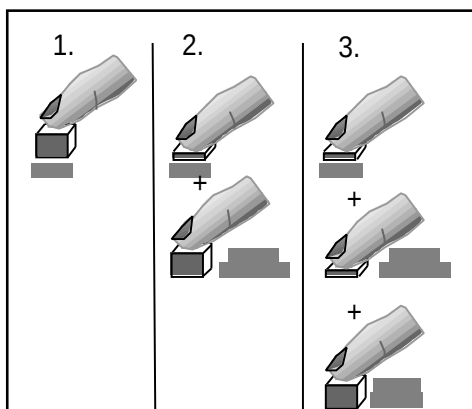

Abb. 8 Programmieren des Fußschalters
Der Fußschaltertyp 'SCHALTER' ist ab Werk gespeichert. Um diesen Typ zu programmieren, müssen die Tasten ENTER (60), **PRESET 4** (64) und ON (65) in dieser Reihenfolge nacheinander gedrückt und gedrückt gehalten werden. Nach dem Drücken der ON-Taste ist die Funktion 'TYP= SCHALTER' dauerhaft gespeichert (siehe Abb. 8).
Die zweite Funktion ist das **Durchsteppen** der vier Presets. Nach jedem Betätigen des Fußschalters wird der jeweils nächste Preset aufgerufen. Um diese Durchstepp-Funktion zu programmieren, müssen die Tasten ENTER (60), **PRESET 2** (62) und ON (65) in dieser Reihenfolge nacheinander gedrückt und gedrückt gehalten werden. Nach dem Drücken der ON-Taste ist die Funktion 'Durchsteppen' dauerhaft gespeichert (siehe Abb. 8).